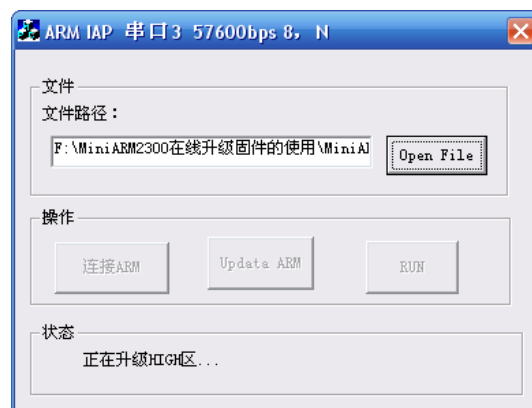

图 4.10 正在升级
- 点击“Updata ARM”按钮，进行升级，如图 4.10 所示。